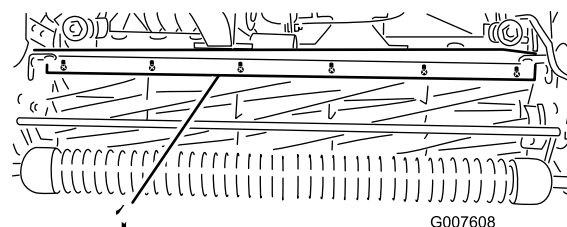

Figura 46
1. Afloje los tornillos que fijan la barra superior (Figura 46) a la unidad de corte.